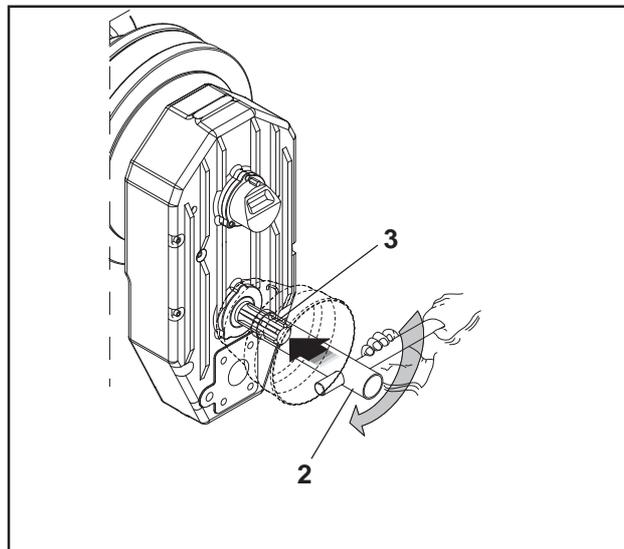

fig.2
- 3) infilare la chiave (2 fig.2) fornita in dotazione sulla presa di forza (3 fig.2) facendo ruotare per circa 15-20 giri la presa di forza in senso **ANTIORARIO** per sbloccare le coclee da impedimenti. (nello stesso senso del cardano)